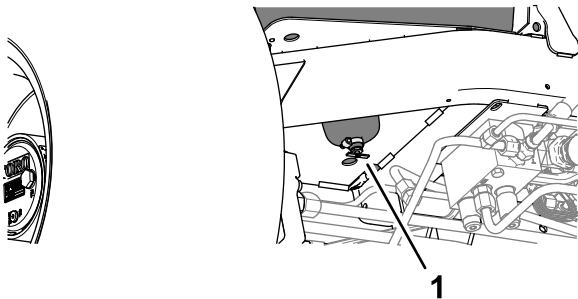

Figura 131
2. Plasai un recipient de scurgere sub robinetul de evacuare din partea inferioară a rezervorului de combustibil (Figura 131).